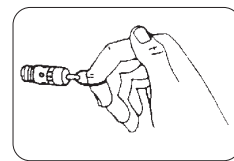

FIGURA 13
7. Verifique el funcionamiento de la válvula de seguridad 6 y hale su anillo (Figura 13).
- B. Verifique el funcionamiento de la válvula de seguridad 6 (Figura 13).